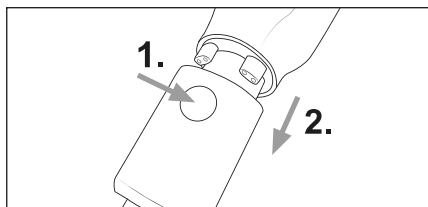

Fig. 12
- ◆ Para remover a escova combinada 2 em 1 ❶, mantenha o botão de desbloqueio na escova combinada 2 em 1 ❶ pressionado e puxe-a então para fora do tubo de aspiração ❸ ou da abertura de aspiração do aparelho (ver fig. 12).